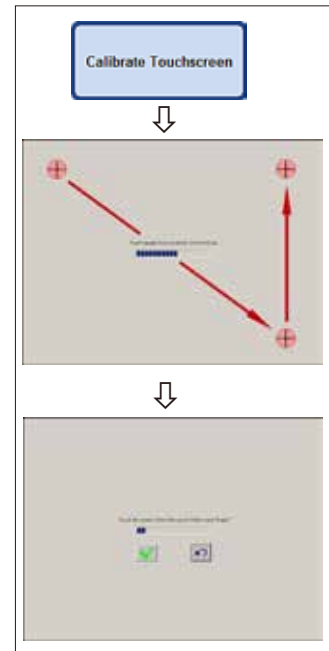

Fig. 78
#### Calibrar a tela de toque (Fig. 78)
- Toque o círculo vermelho no meio da tela (três vezes no total), a partir do canto superior esquerdo (Fig. 78, de cima).
- Em seguida, toque em qualquer ponto na tela e verificar se o cursor acompanha o movimento (Fig 78, de baixo).